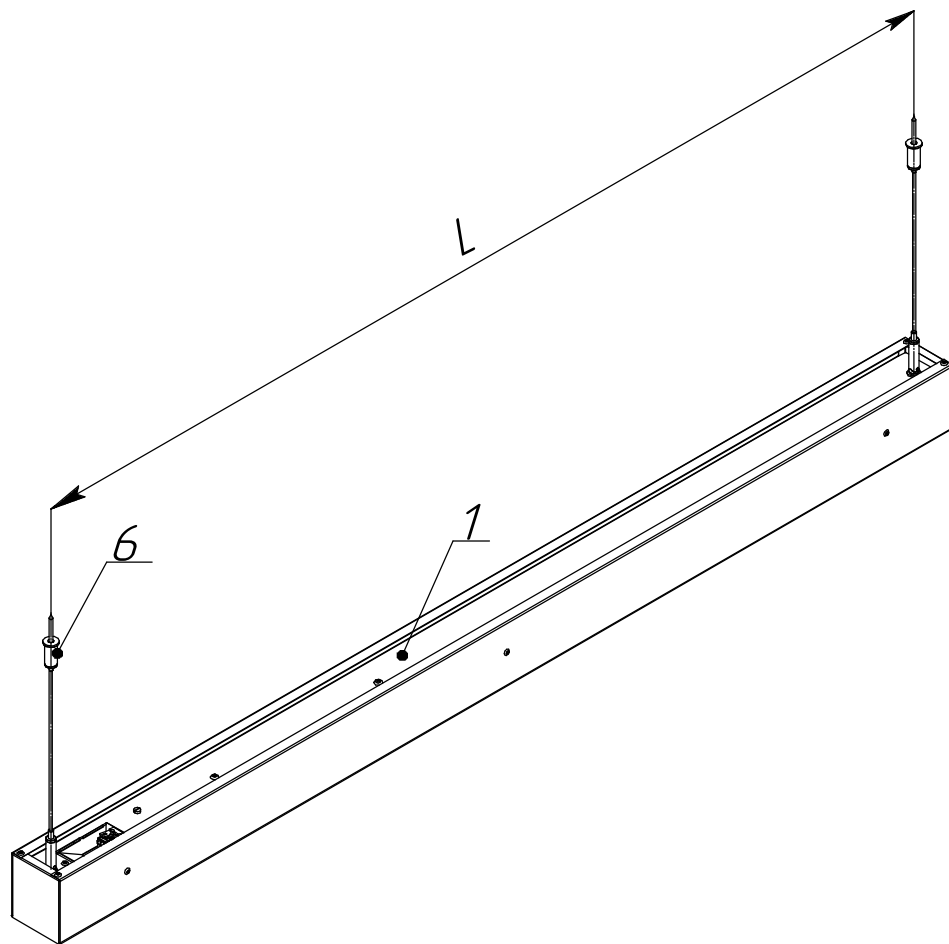

Рисунок 3 - Схема подвеса светильников
5.5 **Установка светильника на тросовый подвес (заказываются отдельно) (см. рисунок 3):**